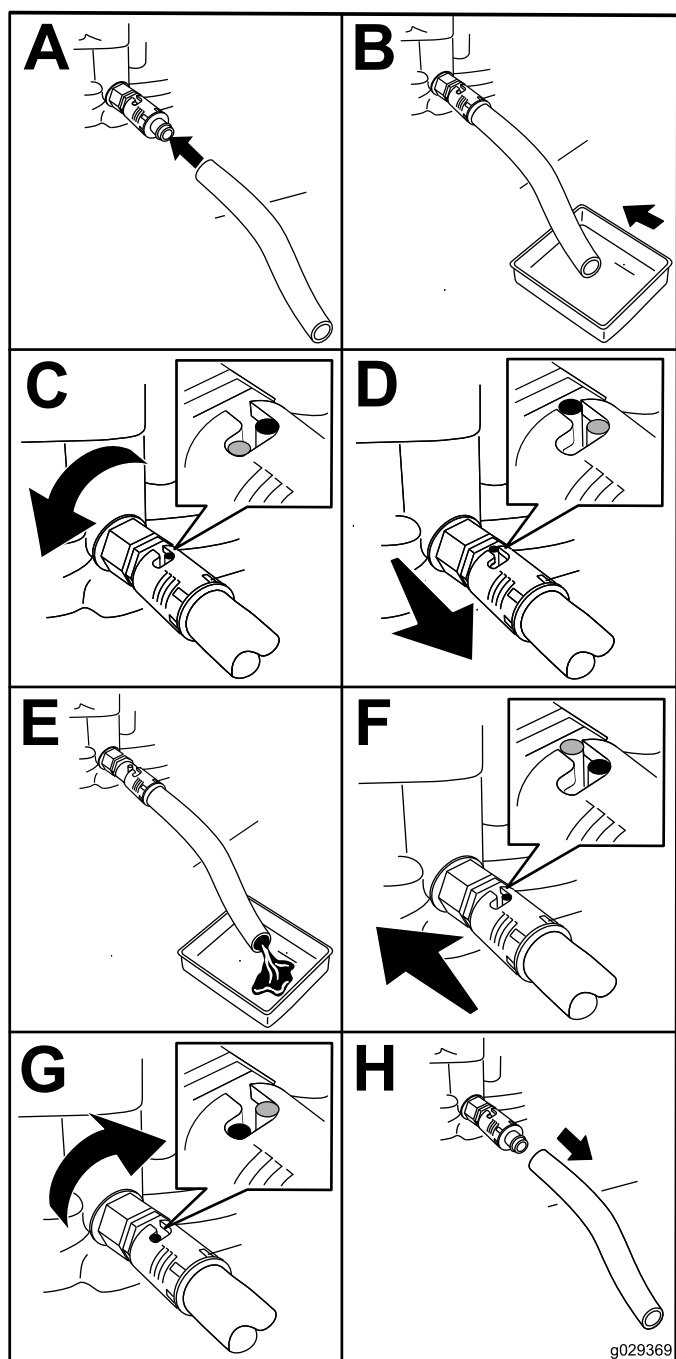

Figura 20
2. Drene el aceite del motor (Figura 20).